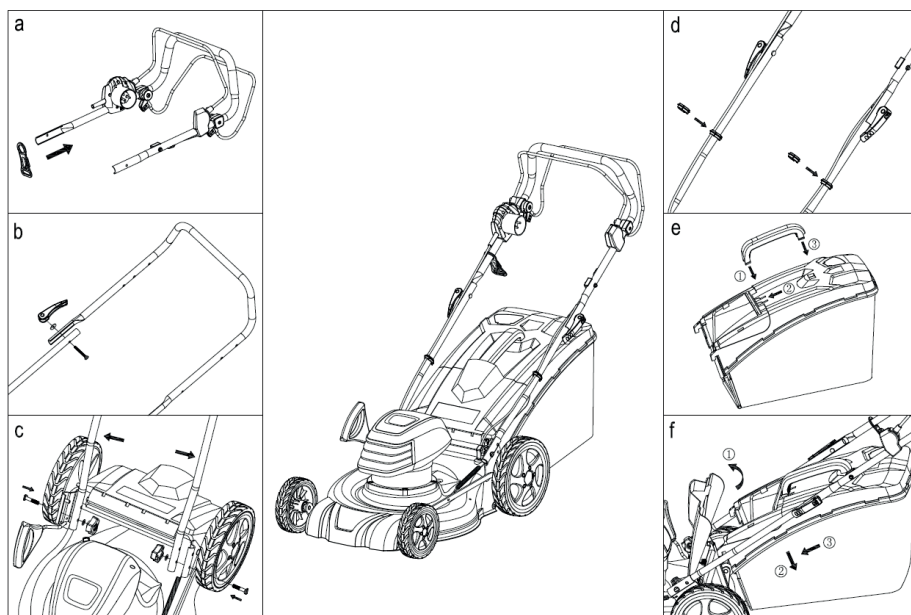

Рис. 2
- Установите фиксатор сетевого кабеля на верхнюю часть рукоятки (рис.2а).
- Закрепите нижнюю часть рукоятки на корпусе газонокосилки с помощью фиксаторов (рис. 2с).